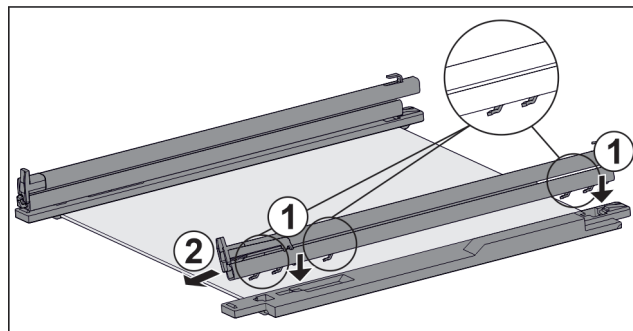

Fig. 100 Стекла́нная пласти́на с направляющими и крепежными элементами
- ▶ Поместите крючки направляющей в отверстия **левого** крепежного элемента. Fig. 100 (1)
- ▶ Потяните направляющую вперед. Fig. 100 (2)
- ▶ Поместите крючки направляющей в отверстия **правого** крепежного элемента. Fig. 100 (1)